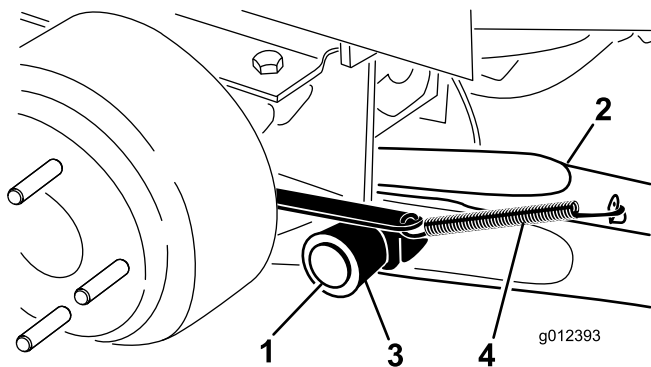

図 3
4. ピボット・ピン 1 本、コッター・ピン 1 本を使って、ピボット・ブラケットに昇降アームを取り付ける (図 3)。昇降アームを、曲がった部分が外側を向くようにして取り付ける。
- ブレーキ・リターン・スプリングを昇降アームのタブ引っ掛ける（図 3）。